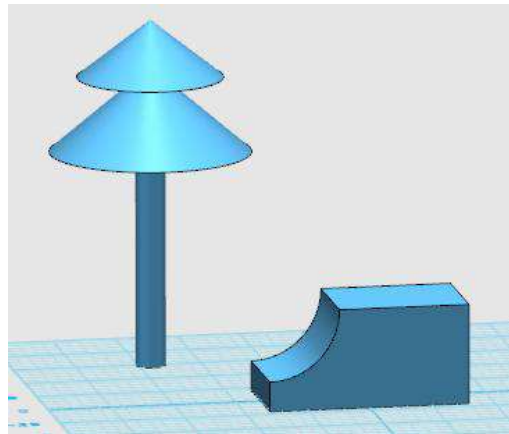
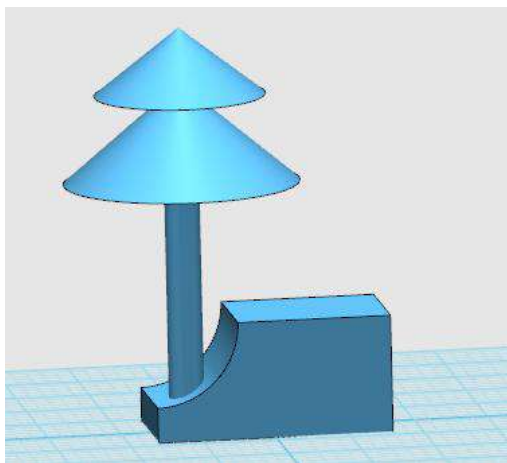

图 9 效果
图 10 把树拖到花盆上
(3) 框选图 9 所示刚刚绘制的整棵树，然后直接拖动它到图 10 的花盆上。